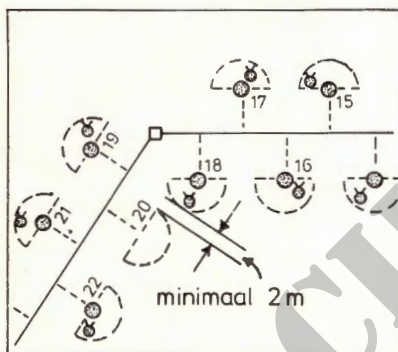

fig. 7a
- een eerder gelegde tros die mijnen bevat; (fig. 7a en 7b)